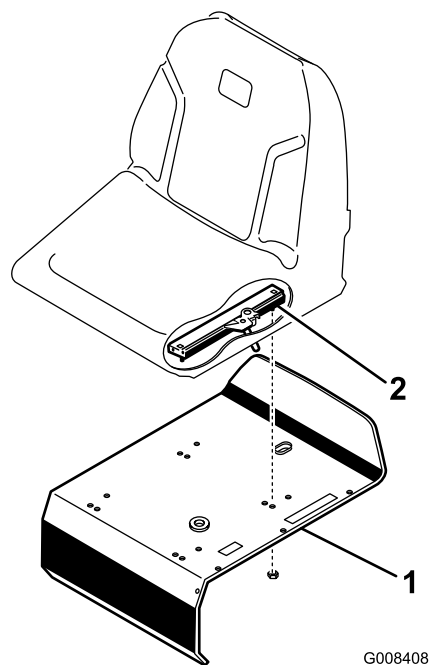

Figure 3
3. Fixez les glissières du siège au support de siège avec les contre-écrous (5/16 po) (Figure 3) fournis dans les pièces détachées.